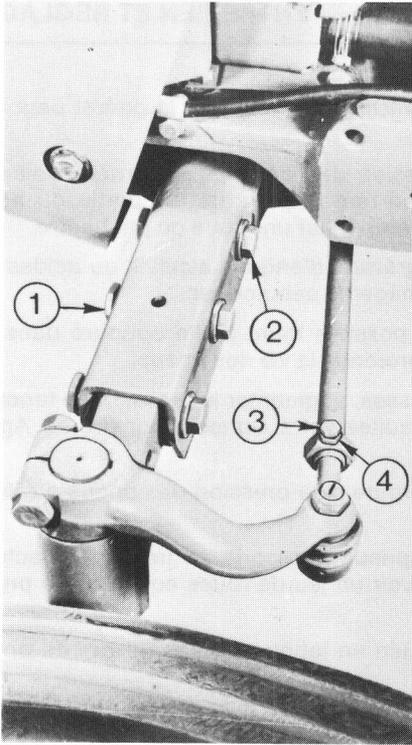

Fig. 30
- 2 – (Fig. 30). Déposer les 3 boulons (2) et écrous (1) de chaque côté.
- 3 – Déposer la vis pointeau (3) et le contre écrou (4).